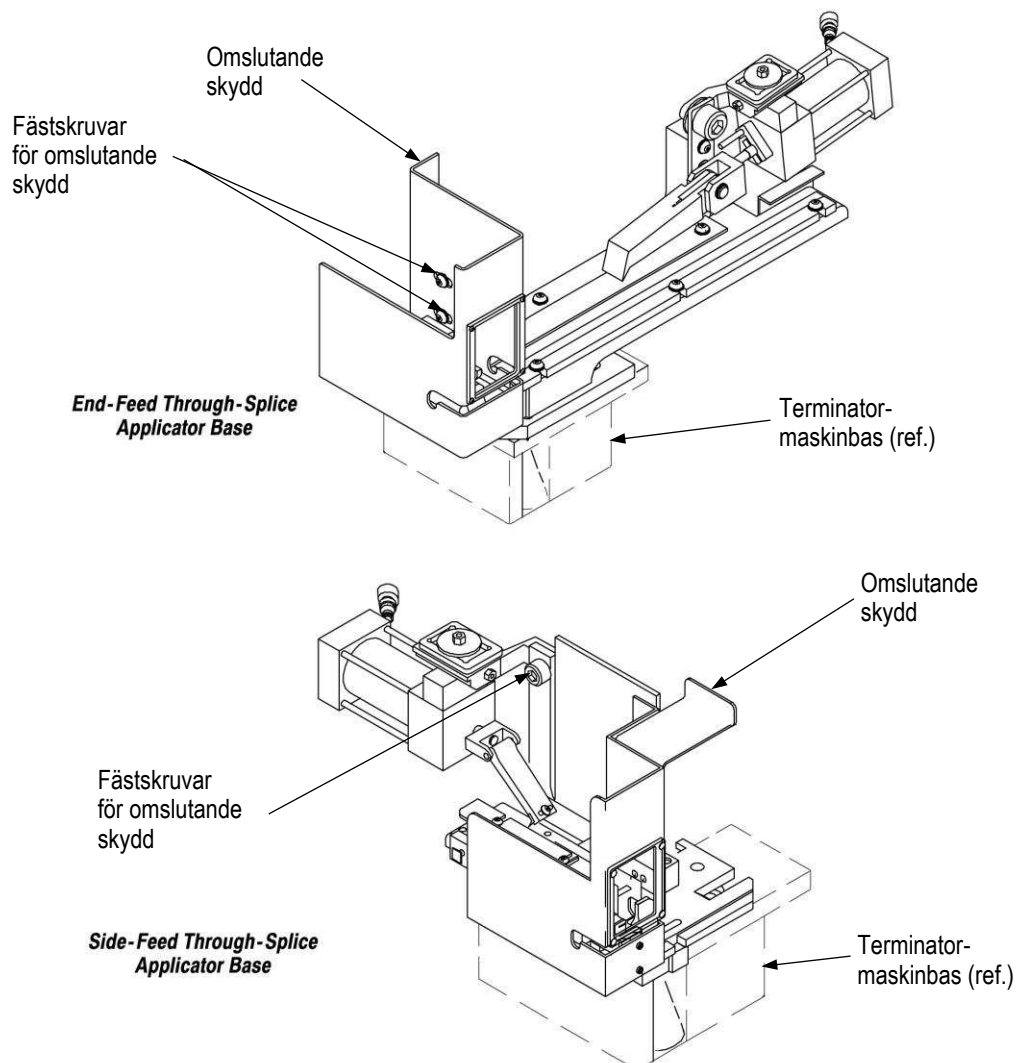

Bild 6
2. Ta bort det omslutande skyddet genom att ta bort de två monteringskruvarna (se bild 6).